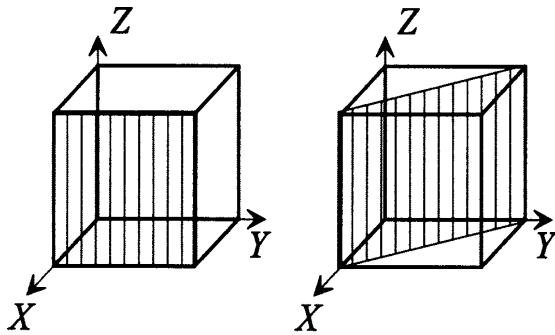

Figura 1
- Indique los índices de Miller de los planos mostrados en la figura 1.